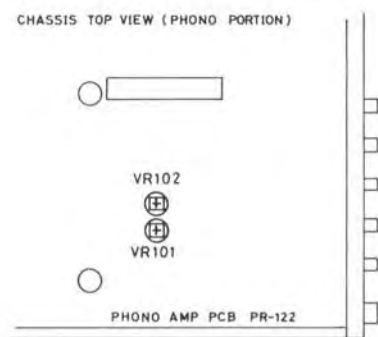

Fig. 7
Adjust potentiometer VR101 for L-ch (VR102 for R-ch) on PR-122 p-c board until the HD analyzer indicates minimum distortion (Fig. 7).
- Appuyer sur la touche PHONO de sélecteur de fonction, et amener le sélecteur phono sur la position PHONO-2 (MC), et la commande de volume sur la position maximum.
- Brancher l'analyseur HD sur le jack de sortie. Appliquer un signal d'onde sinusoïdale de 1.000Hz, 0.1 mV à partir du générateur de signaux audio. Ajuster le potentiomètre VR101 pour le canal de gauche (VR102 pour le canal de droite) sur la plaque PR-122 jusqu'à ce que l'analyseur affiche la distorsion minimum (Fig. 7).